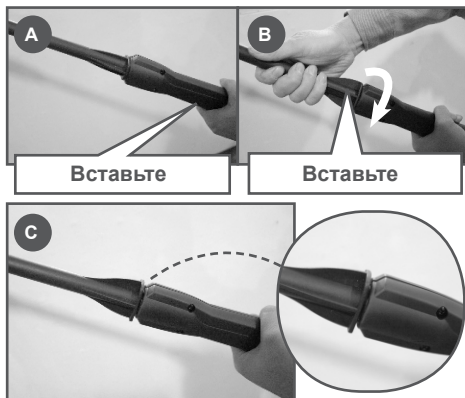

Рис. 6 Установка струйной трубки
5. Установите струйную трубку на пистолет. Для этого соедините выступы на трубке с пазами в пистолете, нажмите на трубку (Рис. 6А) и поверните ее по часовой стрелке (Рис. 6В) до полной фиксации трубки в пистолете (Рис. 6С).